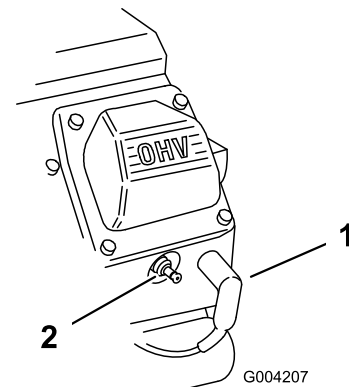

Figura 23
- Desconecte los cables de las bujías (Figura 23).
3. Conecte los cables a las bujías (Figura 23).